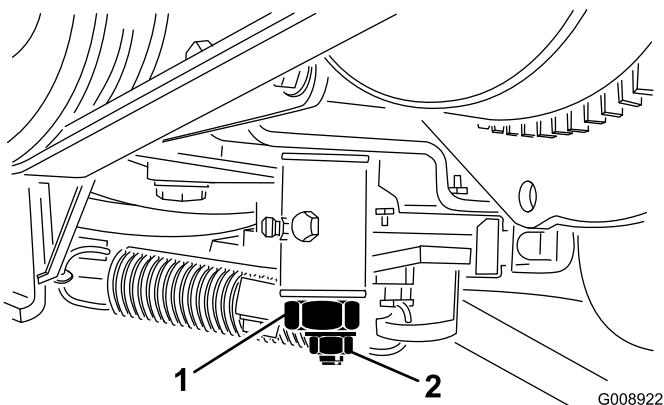

Figura 65
3. Allentate il dado di bloccaggio sulla camma di regolazione della trazione (Figura 65).